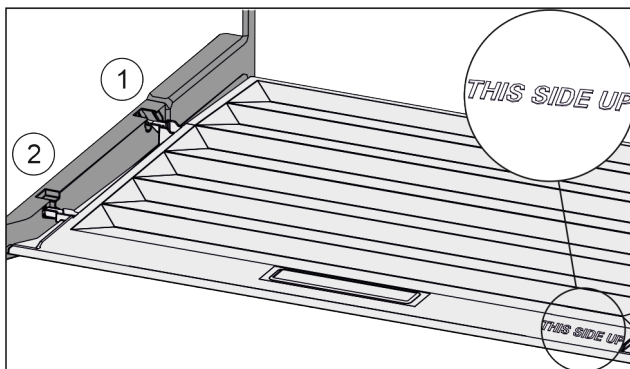

Fig. 110
- ▶ Inserire le nervature del coperchio attraverso l'apertura del supporto posteriore Fig. 110 (1) e innestare anteriormente nel supporto Fig. 110 (2).